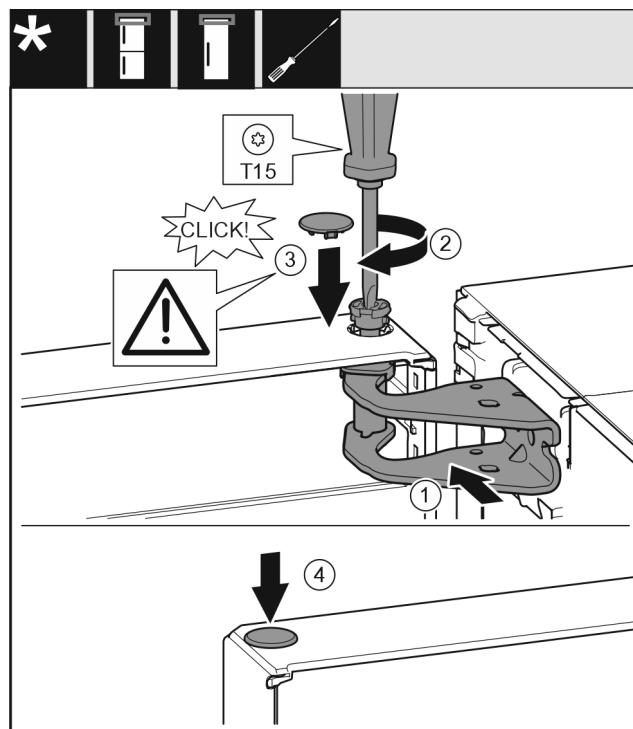

Fig. 24
- ▶ Duris viršuje išlygiuokite į atraminės gembės angą. Fig. 24 (1)
- ▶ Įstatykite varžtą ir tvirtai prisukite atsuktuvu T15. Fig. 24 (2)
- ▶ Durims užfiksuoti sumontuokite apsauginę dengiamąją plokštelę: uždėkite apsauginę dengiamąją plokštelę ir patikrinkite, ar ji priglunda prie durų. Kitu atveju įstatykite iki galo varžtą. Fig. 24 (3)
- ▶ Įstatykite kaištį. Fig. 24 (4)